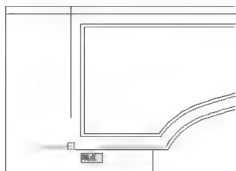

图 5.56 指定直线的起点
(1) 单击【绘图】工具栏上的【直线】图标或在命令行输入“L”后按 Enter 键, 启动【直线】命令。
① 在\_line 指定第一点: 提示下, 捕捉图 5.56 所示处。